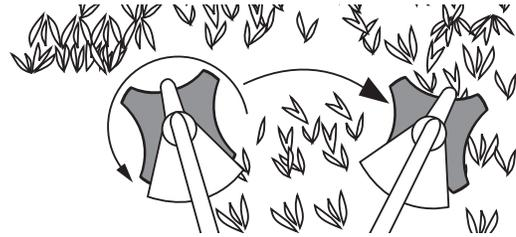

Fig. 26
- Balancez l'appareil de gauche à droite tout en pénétrant dans la zone à couper (Fig. 26).